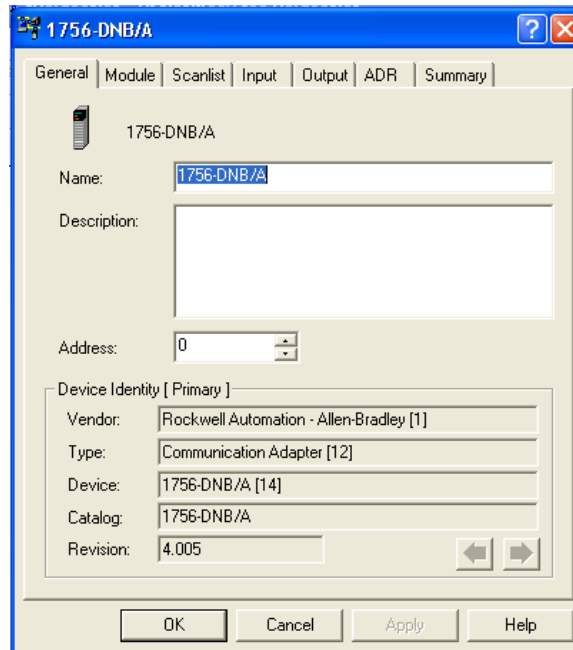

Abbildung 3-16: Scannereigenschaftendialog: Ausgangsbildschirm
6. Es erscheint das Eigenschaftendialogfeld des Scanners (siehe Abbildung 3-16).